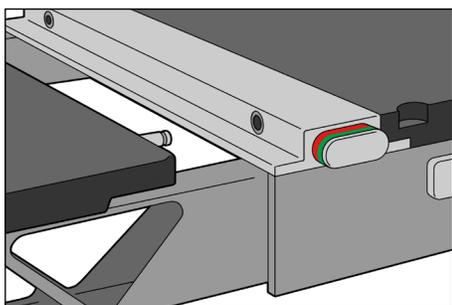

Fig. 1
1. Rimuovere l'inserto kVue. (Fig. 1)